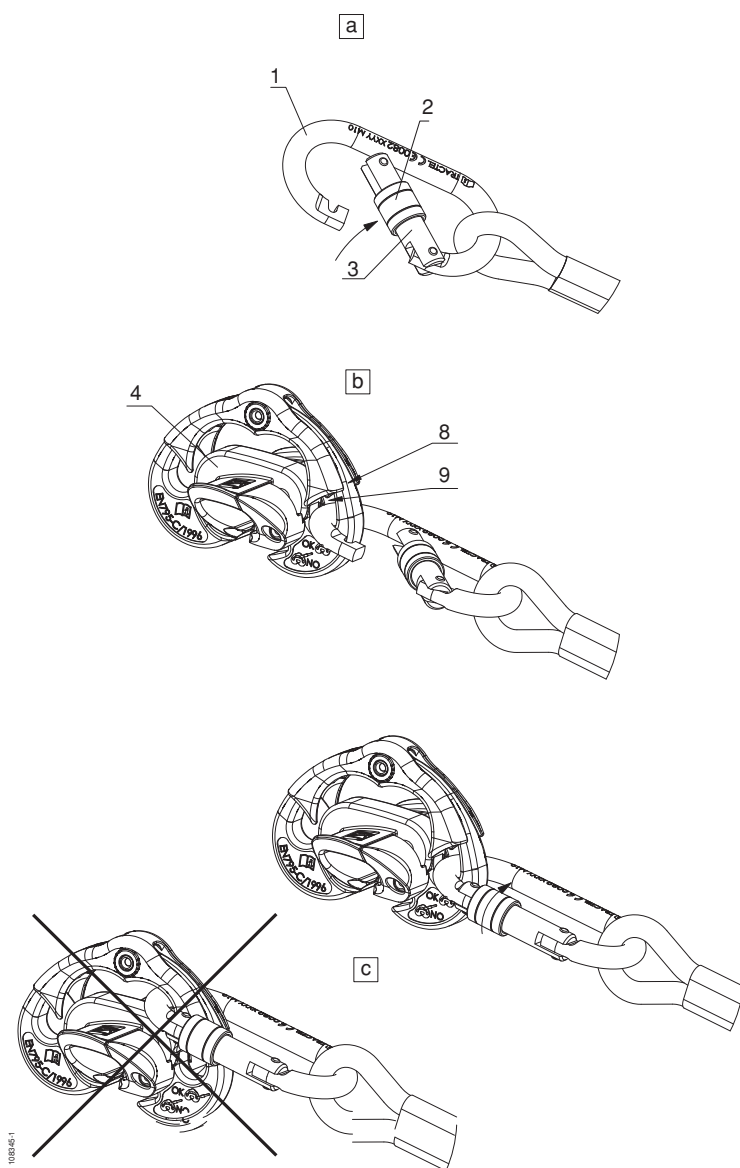

Fig. 2
Mise en place du coulisseau travsmart™ (fig. 2) sur la ligne de vie.
- a. Déverrouiller la mâchoire (fig. 2, repère 6) par action sur le verrou (repère 5).
- b. Faire basculer la mâchoire (fig. 2, repère 6) vers l'intérieur du coulisseau puis lâcher le verrou (fig. 2, repère 5).
- c. Introduire le câble de la ligne de vie travsmart™ (fig. 2, repère 10) dans l'ouverture du coulisseau puis relâcher la mâchoire (fig. 2, repère 6).
- d. Vérifier que la mâchoire (fig. 2, repère 6) est correctement verrouillée par le verrou (fig. 2, repère 5).